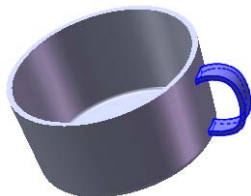

图 3.29.11 扫描 1
Step9. 创建图 3.29.11 所示的零件特征——扫描 1。选择下拉菜单 **插入(I)** **凸台/基体(B)** **扫描(S)...** 命令，系统弹出“扫描”对话框；选取草图 3 作为扫描 1